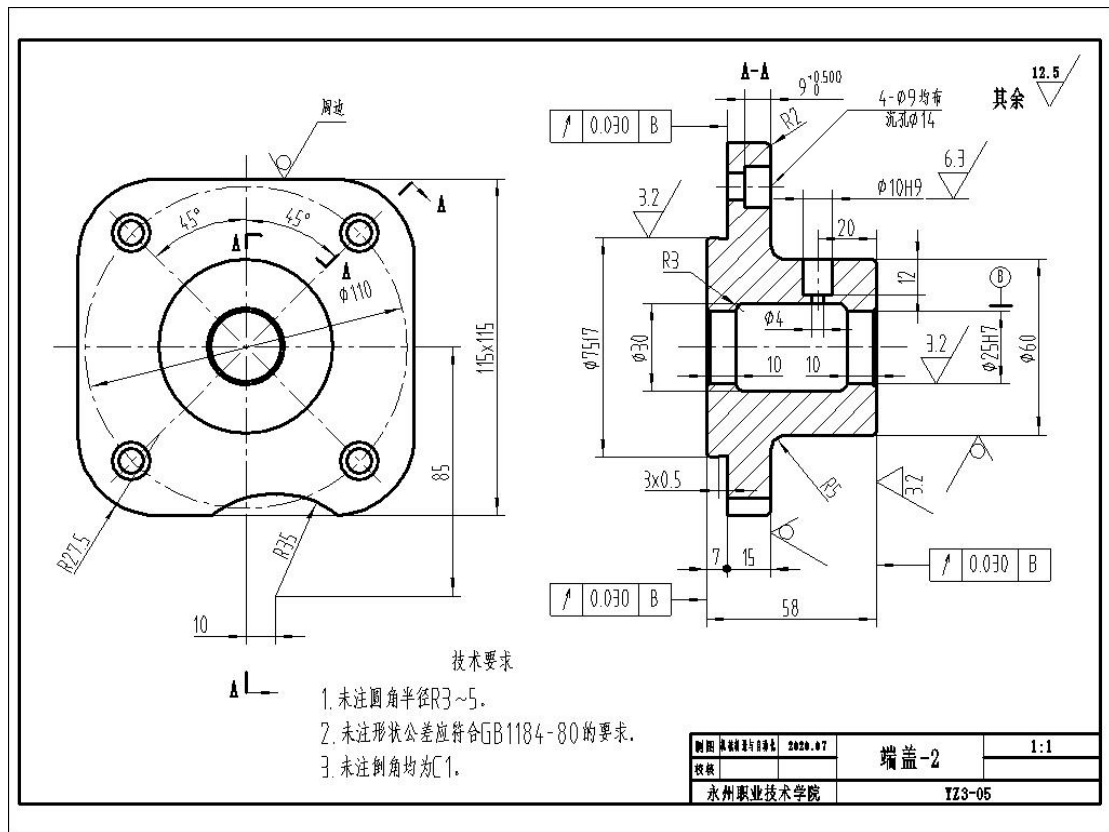

图 3-5 端盖-2 零件图
**任务 1：**识读端盖-2 零件图（如图 3-5 所示），根据零件图要求，利用三维设计软件正确绘制草图，选择合适的特征建模方法完成零件三维造型；